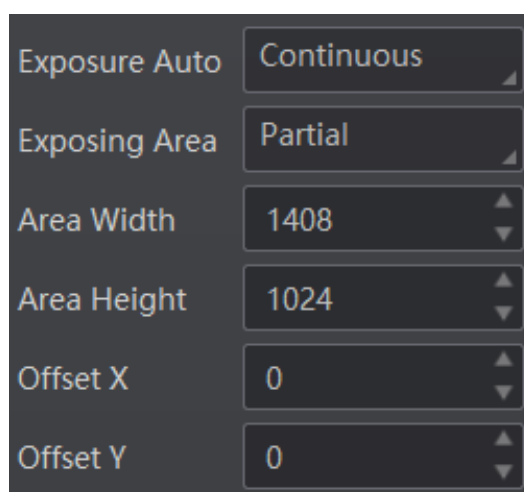

图3-12 一次自动/连续自动曝光
4. 选择局部曝光时，还需要设置具体的曝光范围，如图 3-12 所示。具体参数含义如下：